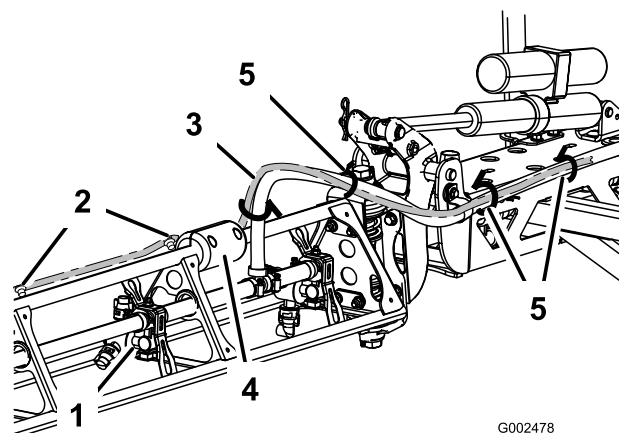

Figure 4
- Acheminez le fil du capteur sur le haut du support de la rampe jusqu'au bloc coulissant (Figure 4). Fixez-le sur le haut de la rampe au moyen des serre-câbles fournis.
- Faites passer le fil du capteur sous le bloc coulissant jusqu'au flexible d'alimentation de la rampe et à l'ensemble rampe centrale. Attachez le faisceau de câblage au flexible de la rampe avec les serre-câbles (Figure 4).